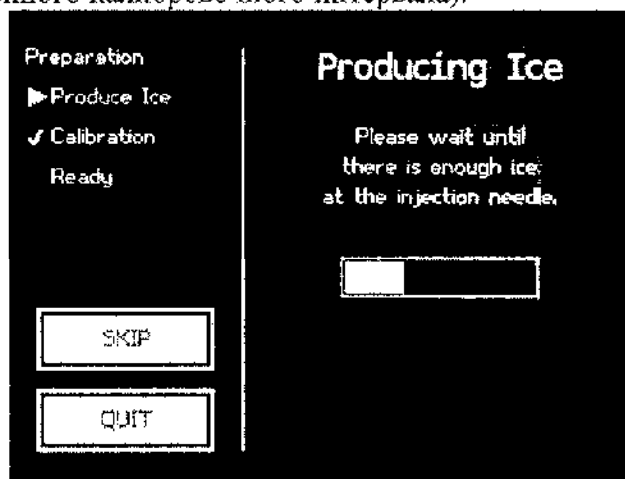

Рис. 30: Образование льда
3. Подождать, пока на игле введения образуется лед (рис. 30).